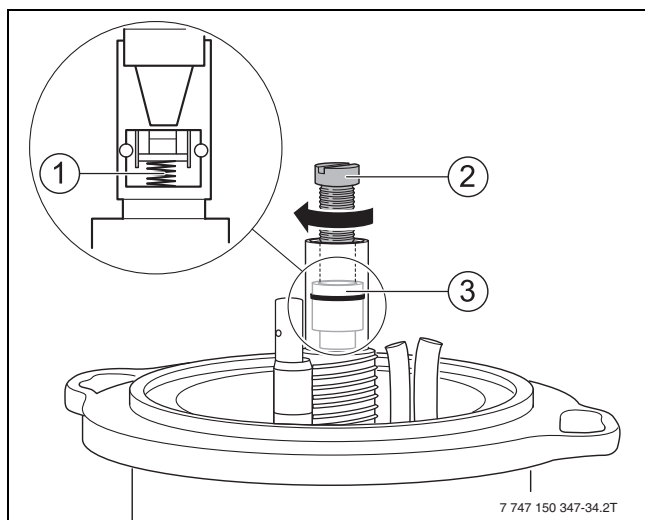

Fig. 41 Sostituzione della valvola di chiusura
- Avvitare la vite M5 x 50 (→ fig. 41, [2]).
- Estrarre la valvola di chiusura (→ fig. 41, [3]).